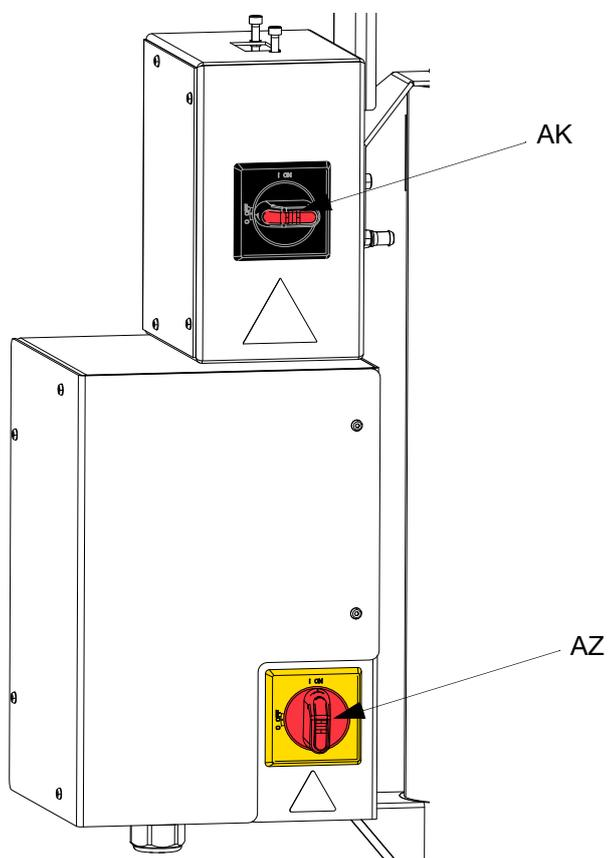
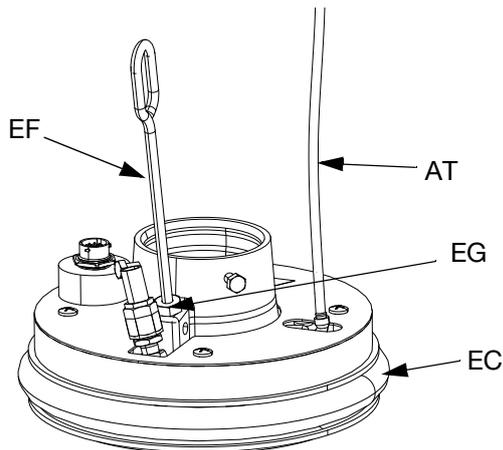

ABB. 37. Leistungstrenner
ABB. 40
Wenn sich die Platte (AD) beim Anheben der Pumpe nicht einfach aus dem Eimer herausheben lässt, ist möglicherweise das Luftunterstützungsrohr (AT) oder das Rückschlagventil (416) verstopft. Ein verstopftes Ventil verhindert, dass Luft zur Unterseite der Platte gelangt und erleichtert so das Entnehmen der Platte aus dem Eimer. Siehe ABB. 40 auf Seite 44.
1. Die Stromversorgung des elektrischen Antriebs (AB) ausschalten:
- a. Bei Verwendung eines Einzel-Ram-Zufuhrsystems ohne Heizung den roten Trennschalter (AZ) ausschalten. Siehe ABB. 37.
- b. Bei Verwendung eines Einzel-Ram-Zufuhrsystems mit Heizung den schwarzen Schalter des Stromanschlusskastens (AK) ausschalten. Siehe ABB. 37.
- c. Bei Verwendung eines Tandem-Ram-Zufuhrsystems ohne Heizung den roten Schalter des Stromanschlusskastens (AK) nur an der Ram-Zufuhreinheit ausschalten, die einen Fasswechsel benötigt. Siehe ABB. 37.
- d. Bei Verwendung eines Tandem-Ram-Zufuhrsystems mit Heizung den schwarzen Trennschalter (AZ) nur an der Ram-Zufuhreinheit ausschalten, die einen Fasswechsel benötigt. Siehe ABB. 37.